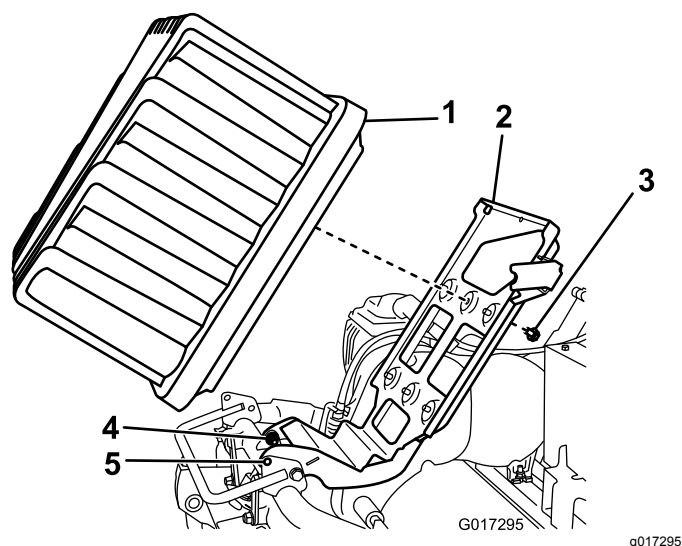

Figure 12
5. Desserrez les 2 boulons/écrous de pivot d'un demi-tour chacun (Figure 12).
6. Soulevez la plateforme de la batterie jusqu'à ce que les trous de blocage du socle soient alignés sur ceux du cadre (Figure 12).